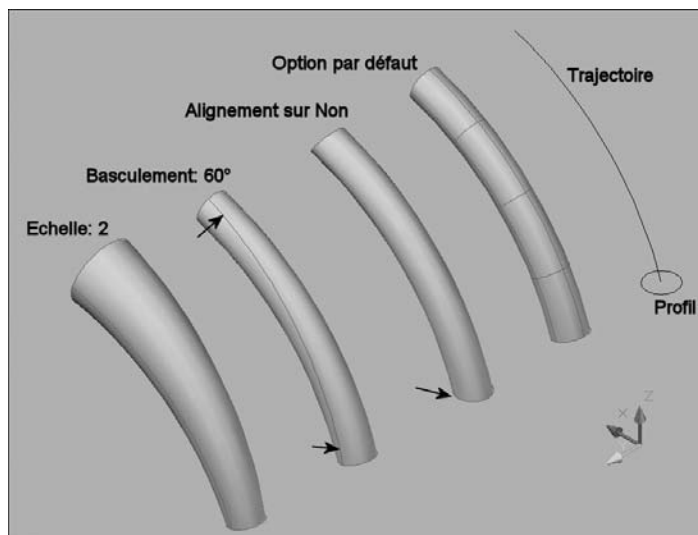

Fig.18.7
- 4 Sélectionnez la trajectoire ou sélectionnez une option (fig.18.7).